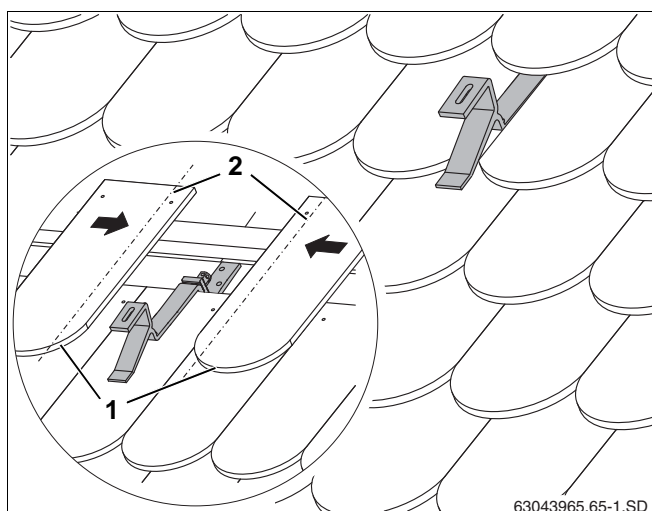

Fig. 20 Tagkrog med inddækket tag
- ▶ Skær de tilstødende bæverhale-teglsten (fig. 20, **pos. 1**) til (stiplet linje, fig. 20, **pos. 2**).